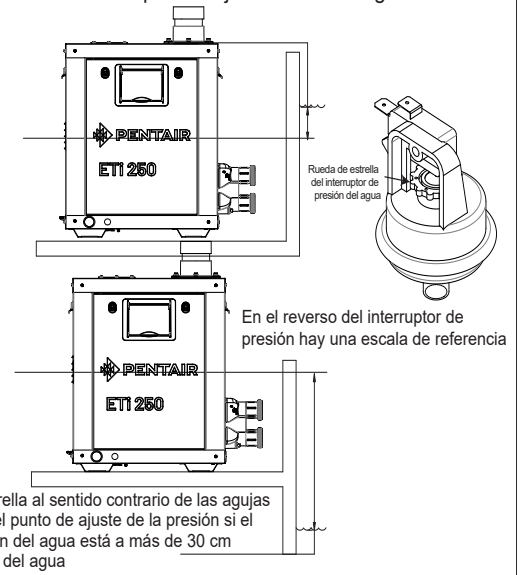

Figura 5
**Nota: Véase a continuación Instalación al nivel de la piscina en la página 23.** Si el interruptor de presión está a 30 cm por debajo o por encima del nivel del agua de la piscina, reinicie el interruptor para que esté abierto cuando la bomba esté apagada y cerrado cuando la bomba esté en funcionamiento. Gire la rueda en forma de estrella del interruptor en el sentido de las agujas del reloj (↻) para subir el ajuste (calentador por debajo del nivel de la piscina) y en el sentido contrario de las agujas del reloj (↻) para bajar el ajuste (calentador por encima del nivel de la piscina); véase la Figura 5. Pruebe cada interruptor después de reajustar.